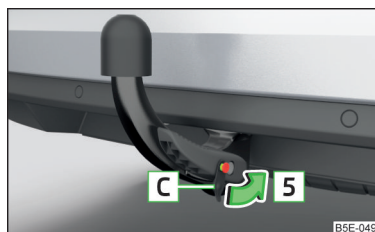

Fig. 172
- Introduceți capacul [C] pe încuietoare în sensul săgeții [5] și presați-l » fig. 172.